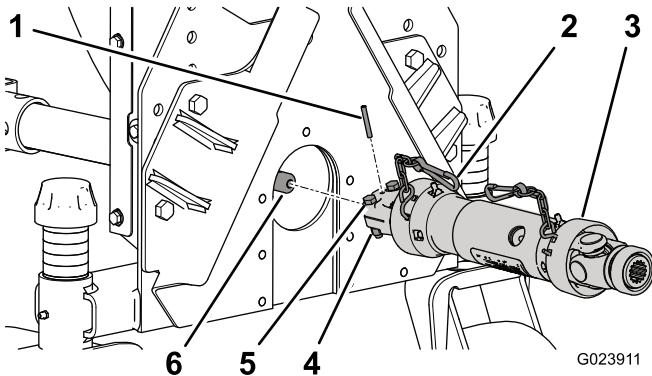

Figura 9
- Sujételos con un pasador cilíndrico (Figura 9).
- Sujete el árbol de transmisión al eje de la caja de engranajes con dos pernos de 5/16 x 1-3/4 pulgadas y contratuerca de 5/16 pulgada (Figura 9).
- Conecte la cadena de seguridad al bastidor del soplador (Figura 9).